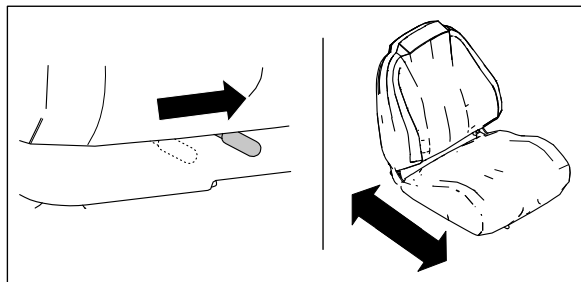

Figura 1
- A. Utilizzate la leva di regolazione del sedile per far scorrere il sedile avanti o indietro (Figura 1).